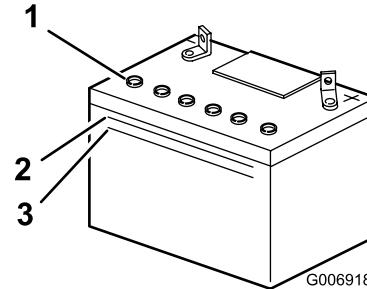

Figure 25
2. Observez le côté de la batterie. Le niveau de l'électrolyte doit atteindre le trait supérieur (Figure 25).
Remarque: Le niveau d'électrolyte ne doit pas descendre au-dessous du trait inférieur (Figure 25).
3. Enlevez les bouchons d'aération de la batterie (Figure 25)
- Versez de l'eau distillée avec précaution dans chaque élément jusqu'au repère supérieur (Figure 25) sur le côté de la batterie.
- Attendez 5 à 10 minutes après avoir rempli les éléments. Au besoin, ajoutez de l'eau distillée pour amener le niveau jusqu'au repère supérieur sur le côté de la batterie (Figure 25).